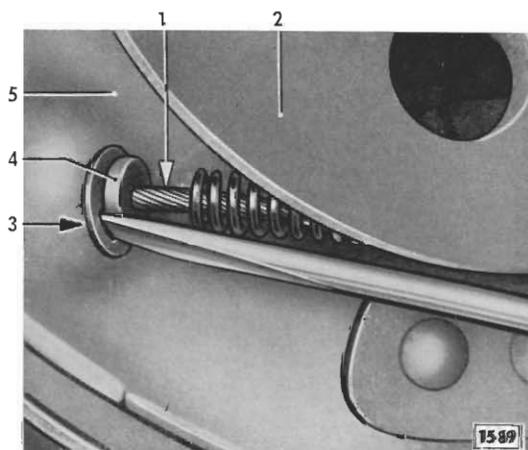

Bild 41 - Sicherungsklammer von Bremsseilführungstülle abdrücken
3. An beiden Bremsträgerplatten Sicherungsklammer (41/3) von Bremsseilführungstülle (41/4) mit Schraubenzieher abdrücken (Bild 41) und Bremsseil von Bremsträgerplatte abnehmen.